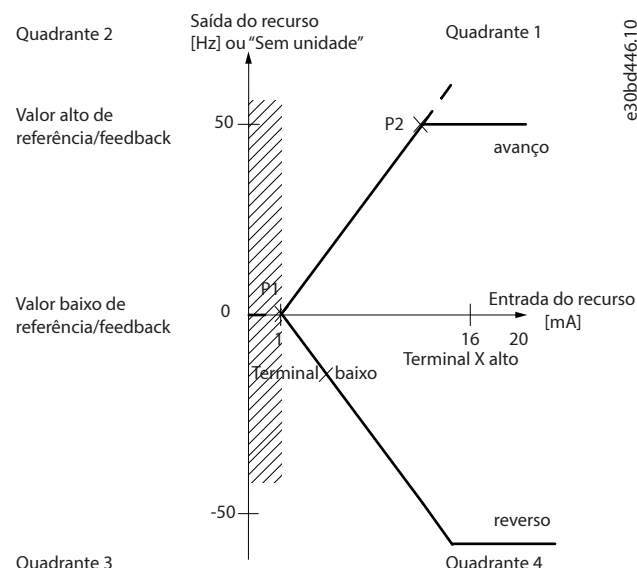

Figura 48: Tamanho da banda morta
- Defina o valor de referência mínima (consulte a tabela em Tabela 20 para obter o parâmetro relevante) ou o valor de referência máxima em 0. Em outras palavras, P1 ou P2 devem estar no eixo X em Figura 48.
P1 ou P2 define o tamanho da banda morta como mostrado em Figura 48.